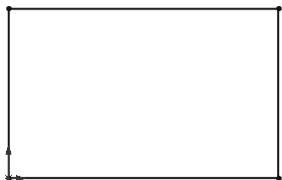

图 3-6 绘制矩形草图
- [2] 在前视基准面中绘制矩形草图, 如图 3-6 所示。